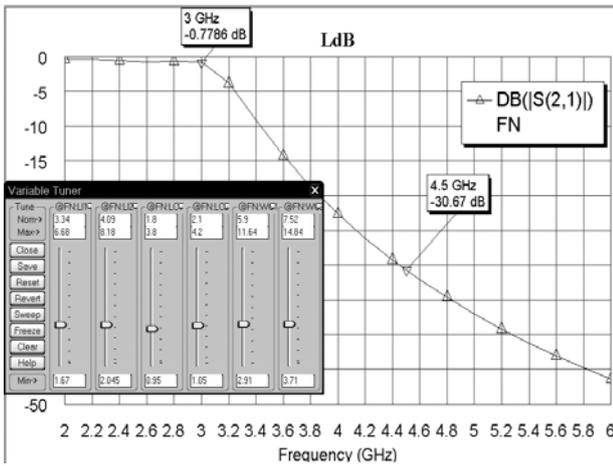

Рис. 2.7
- Щёлкните по значку **Tune** на панели инструментов. Двигая движки переменных на блоке настройки, добейтесь нужной характеристики (рис. 2.7). При необходимости можно изменить пределы регулировки переменных, изменяя значения в полях **Max->** и **Min->** на блоке настройки.